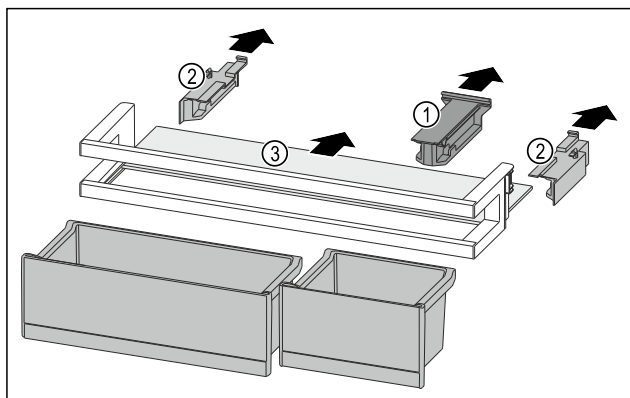

Fig. 210
- Hiqni pjesën mbajtëse Fig. 210 (1).
- Hiqni pjesët anësore Fig. 210 (2).
- Hiqni raftin mbajtës Fig. 210 (3).